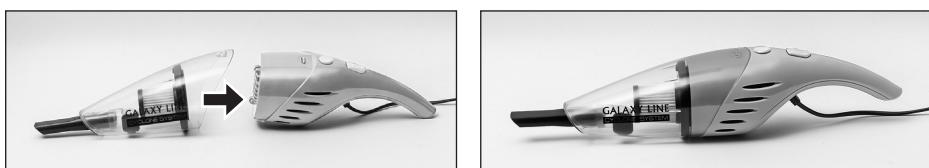

рис.3
6.1.2 Подсоедините контейнер для мусора и пыли к корпусу так, чтобы совместить паз на контейнере с выступом на верхней части корпуса до щелчка (рис.3).